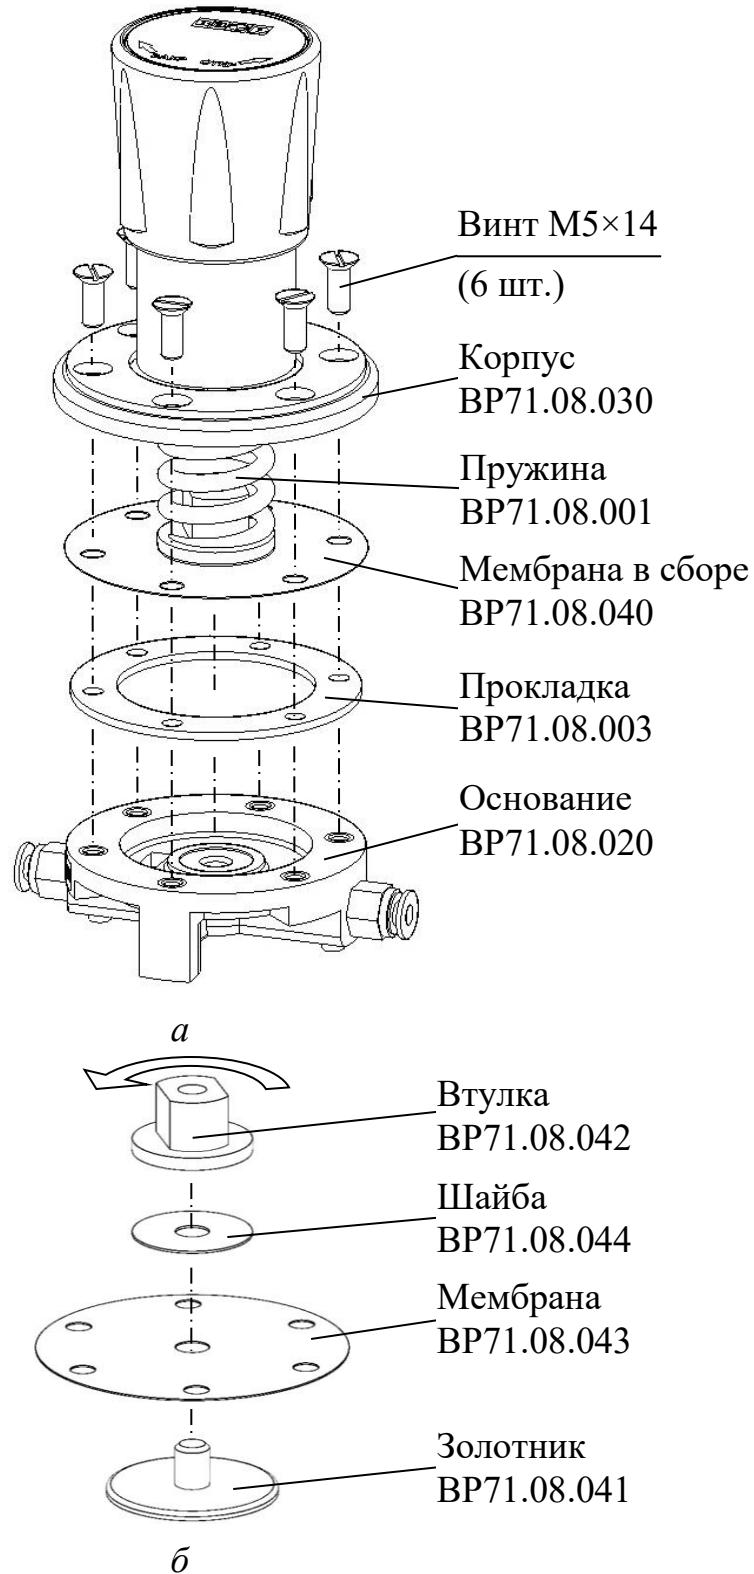

Рисунок 3.4 – Регулятор давления (замена мембранны)
При возникновении протечки регулятора давления РД необходимо заменить мембрану. Для этого следует (рисунок 3.4):
- установить собранный узел (рисунок 3.4б) на пружину BP71.08.001, затем в корпус BP71.08.030;